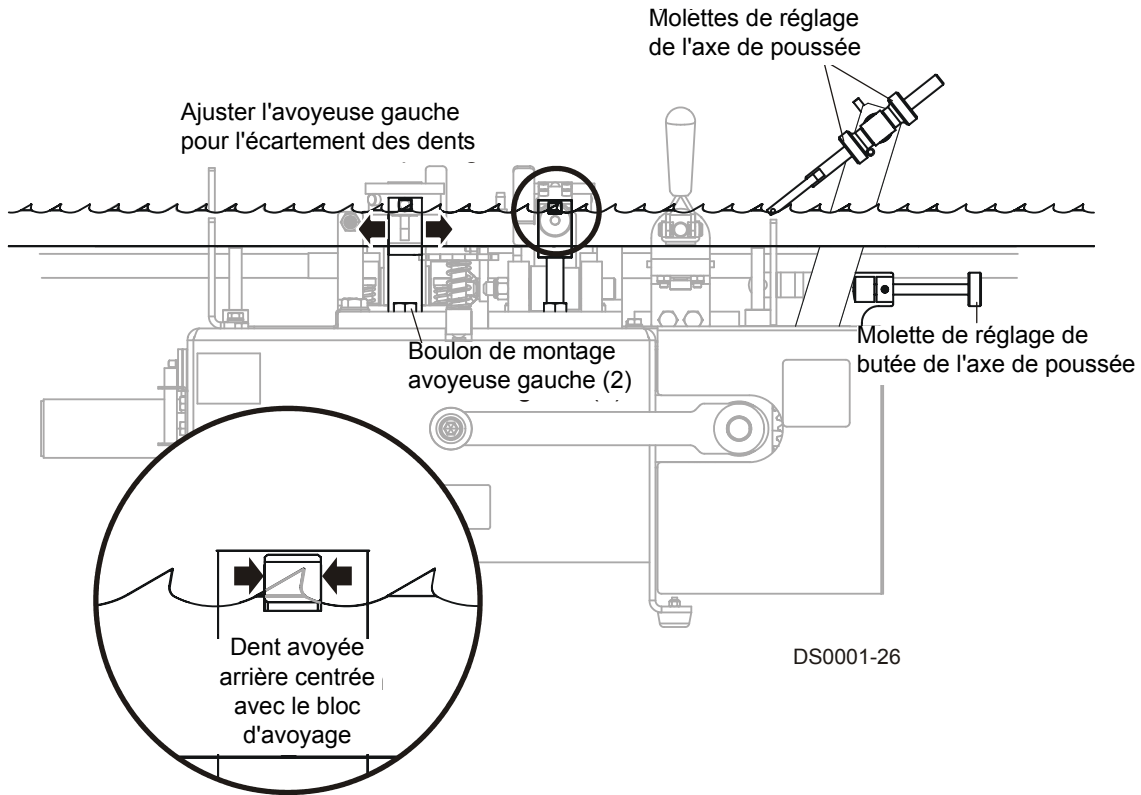

FIG. 3-11
**Voir Figure 3-11.** Vérifiez la position de la dent avoyée arrière par rapport au bloc d'avoyage droit. La dent doit être centrée avec le bloc. Tournez les molettes de réglage sur l'axe de poussée si nécessaire de façon à ce que la dent avoyée arrière soit centrée